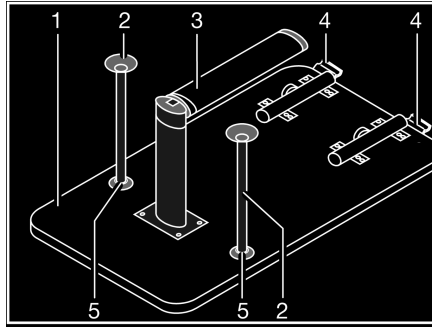

Fig. 71 Base de cama
- Levantar 45° aprox. el tablero de mesa (Fig. 71,1) por delante.
- Abatir la parte inferior de la pata de apoyo articulada (Fig. 71,3) 90°. Para ello, según el modelo, tirar la parte inferior de la pata de apoyo articulada hacia abajo o presionar el botón de desbloqueo.
- En el bloqueo (Fig. 71,4) pulsar el botón de desbloqueo.
- Según el modelo, encajar los dos pies de apoyo adicionales (Fig. 71,2) en los alojamientos (Fig. 71,5) en el lado inferior del tablero de la mesa.